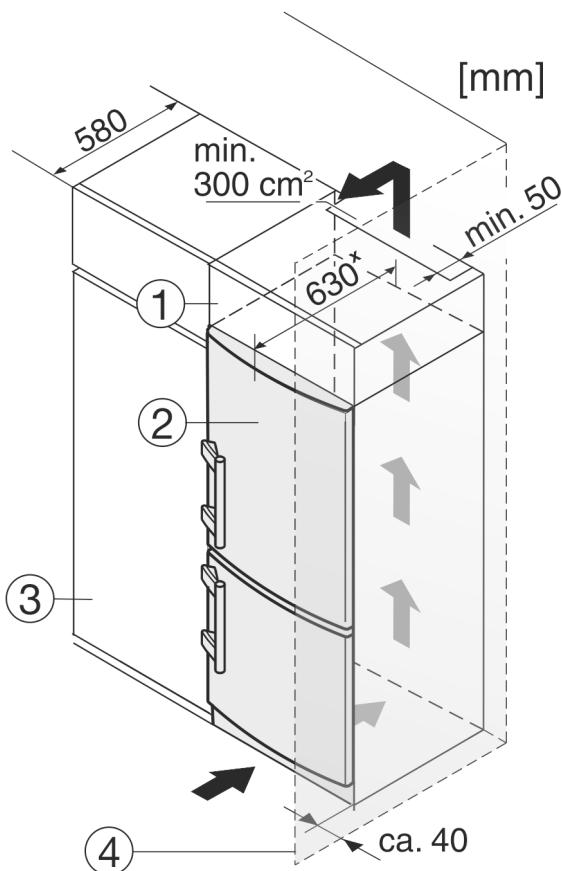

Fig. 9
(1) Nadgradna omarica
(2) Naprava
(3) Kuhinjska omara
(4) Stena
Okoli naprave lahko vgradite kuhinjske omare. Za poravnavo naprave Fig. 9 (2) s kuhinjskimi elementi lahko nad napravo postavite ustrezno nadgradno omarico Fig. 9 (1).
Pri vgradnji aparata v kuhinjske omare (globina maks. 580 mm) lahko aparat postavite neposredno ob kuhinjsko omaro Fig. 9 (3). Aparat je ob strani postavljen 34 mm x in na sredini aparata 50 mm x od čelne stranice kuhinjske omare.
Če aparat postavite s tečaji ob steni Fig. 9 (4), mora razdalja med aparatom in steno znašati vsaj 40 mm. To ustreza velikosti ročaja pri odprtih vratih.